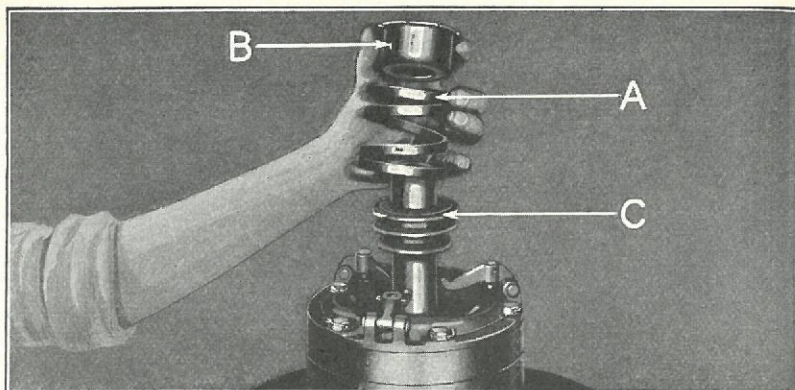

Fig. 317
- 554** Den ny Koblingsfjeder indsættes ved at anbringe Koblingsfjederen (Fig. 317-A) og Koblingsfjederholderen »B« paa Drivakslen mod Koblingsudløserstykket »C«, saaledes at Pindhullerne i Fjederholderen og i Drivakslen passer sammen. Fjederen med Holder sammentrykkes, indtil Stifthullerne er ud for hinanden, hvorefter Stiften kan indsættes og drives fast med Hammer og